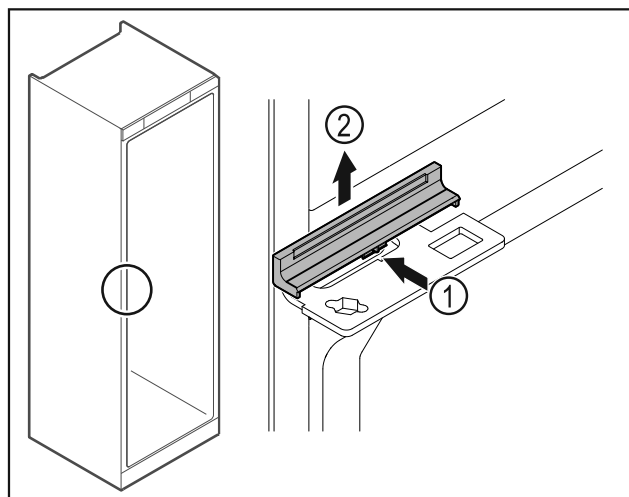

Fig. 43
- ▶ Ostonę Fig. 43 (1) należy lekko docisnąć po środku i wyciągnąć do góry Fig. 43 (2).